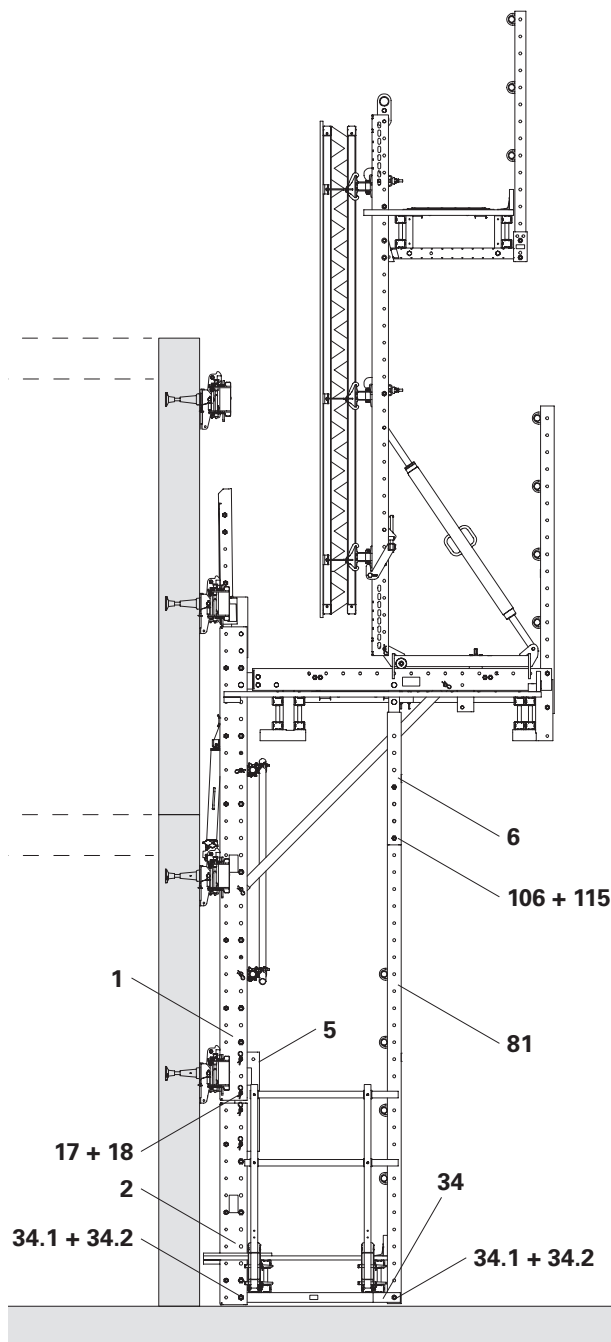

Fig. C4.07
6. Proseguire la procedura di ripresa. (Fig. C4.07)